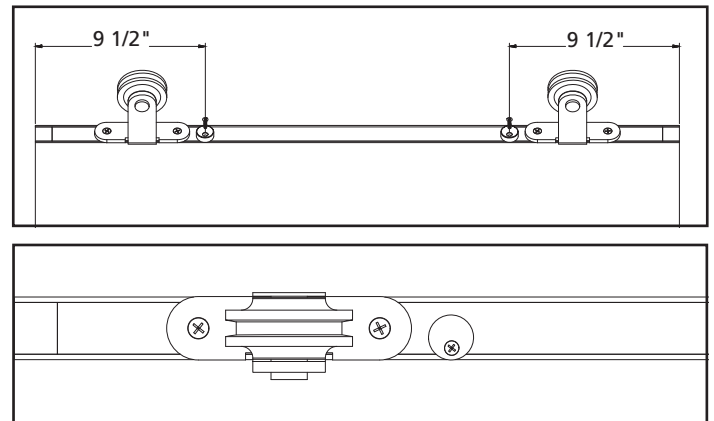

Figura 4. Taladrar previamente el disco anti-salto
1. Coloque los discos como se ve en la figura 4
4. Asegure con (2) tornillos para madera #8 X 3/4" (deje suelto el disco anti-salto lo suficiente como para que pueda rotar posteriormente; se apretará en el paso 4)